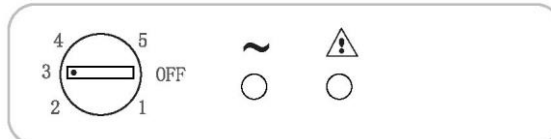

Fig. 1
- Temperaturjusteringen av begge rom utføres ved å dreie termostatknappen (fig. 1).